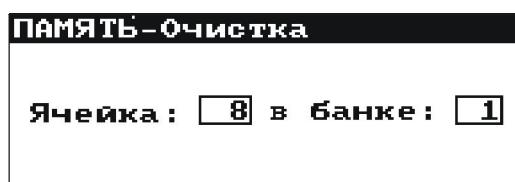

Рис.24. Стирание ячейки памяти: 1 – номер банка, 8 – номер ячейки, 1 – банк с минимум одной занятой ячейкой, 8 – ячейка занята
- клавишами  $\uparrow$  и  $\downarrow$  выбрать номер банка, а клавишами  $\leftarrow$  и  $\rightarrow$  номер ячейки, которую хотим стереть (Рис.24)